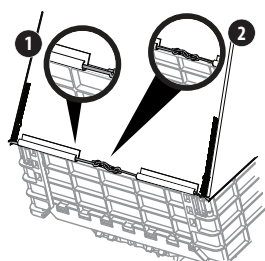

Figure 16
- À l'arrière de la remorque, tendez le sac pour recouvrir complètement le rebord de la paroi, puis tirez sur les cordelettes élastiques et attachez les deux mousquetons ensemble (2) comme illustré à la Figure 16. Veillez à passer les cordons élastiques dans les rails de plastique avant d'attacher les mousquetons (1).